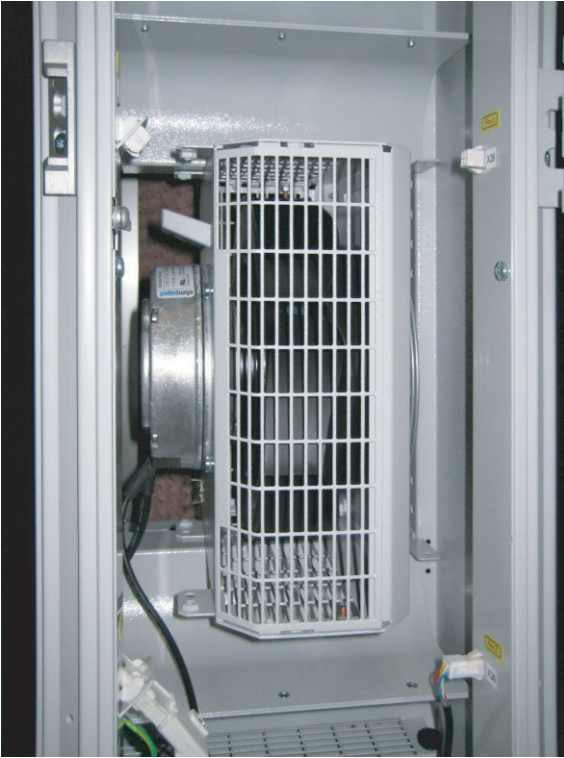

Abb. 40: Gedrehtes Lüftermodul im Lüftereinschub
- Drehen Sie das Lüftermodul im Einschub im Uhrzeigersinn um 90° (Abb. 40).